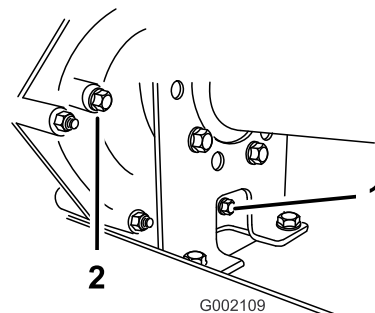
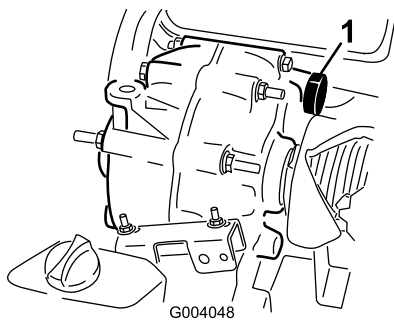

Figure 62
Figure 63
2. Essuyez la surface autour des bouchons de remplissage et de vidange avec un chiffon (Figure 62).
4. Dévissez et enlevez le bouchon de remplissage (Figure 62).
5. Dévissez et enlevez le bouchon de vidange (Figure 62).
6. Remettez et serrez le bouchon de vidange et le joint dans le trou de la transmission (Figure 62).
7. Versez par le trou du bouchon de remplissage du réservoir (Figure 63) environ 1,4 litre du liquide spécifié ou la quantité de liquide nécessaire pour que le niveau de liquide atteigne le bas du filetage (Figure 62).
8. Remettez et serrez le bouchon de remplissage et le joint dans le trou de la transmission (Figure 62).
10. Contrôlez le niveau de liquide et faites l'appoint si le niveau est en dessous du filetage du trou du bouchon de remplissage (Figure 62).